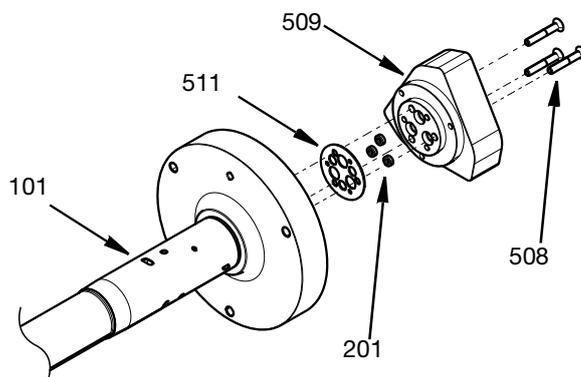

FIG. 27
7. Установите три оставшихся уплотнения штока (201) в корпус воздушного цилиндра (509), см. **Комплект инструментов для установки и снятия уплотнений, 25Т489**, стр. 35. Установите новую прокладку (511) и с тремя винтами М4 (508) закрепите корпус воздушного баллона на центральном корпусе (101). Момент затяжки: 3,3 Н•м (29,2 дюймофунтов) См. FIG. 27.